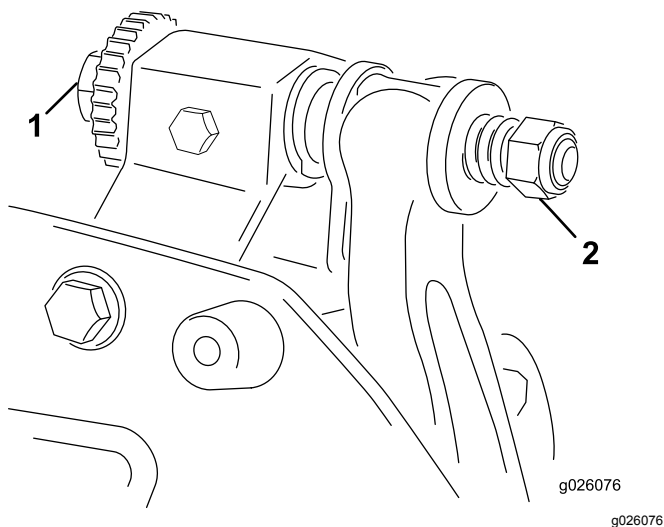

Figura 10
- A. Rode os parafusos de ajuste da barra de apoio no sentido dos ponteiros do relógio (Figura 10), um clique de cada vez, até que se veja e oiça um leve contacto.
6. Rode o parafuso de ajuste da barra de apoio direita (**Figura 10**) até sentir uma ligeira pressão no calço deslizando-o de um lado para o outro. Retire o calço.